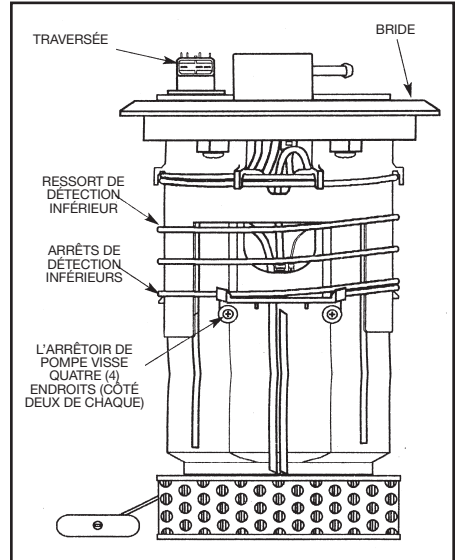

fig. 1
- 1) Débranchez la fiche électrique de la pompe à carburant de la partie inférieure du répartiteur de câblage à l'intérieur de l'unité de réservoir. Appuyez sur le déblocage du verrouillage et faites glisser le connecteur vers le bas hors du répartiteur (Voir fig. 1).
- 2) Débranchez le tuyau de refoulement de la pompe à carburant en bas de la bride de l'unité de réservoir (Voir fig. 1).
- 3) Comprimez le ressort de détection du fond vers le haut de l'unité de réservoir. Cela dégagera de l'espace pour retirer l'assemblage de la bride. Poussez attentivement les deux (2) rails coulissants de la bride sur les butées de détection du fond et faites glisser l'assemblage de la bride hors de la partie inférieure de l'unité de réservoir (Voir fig. 1).
- 4) Retirez les quatre (4) vis de retenue de la partie inférieure de l'unité de réservoir (Voir fig. 1).
- 5) Retirez les deux (2) fils électriques de la pompe à carburant.
- 8) Retirez le filtre extérieur du fond de l'unité de réservoir en pliant les deux (2) languettes de blocage en métal hors des doigts de blocage en plastique. Poussez attentivement le filtre hors de l'unité de réservoir.
- 13) Rebranchez le connecteur électrique au répartiteur de câblage en bas de la bride (*Voir fig. 1*).